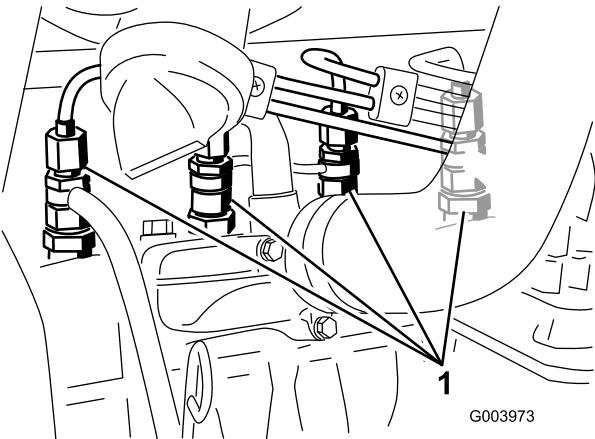

Bild 56
1. Lockern Sie den Leitungsanschluss an der Düse Nr. 1 und am Halter (Bild 56).